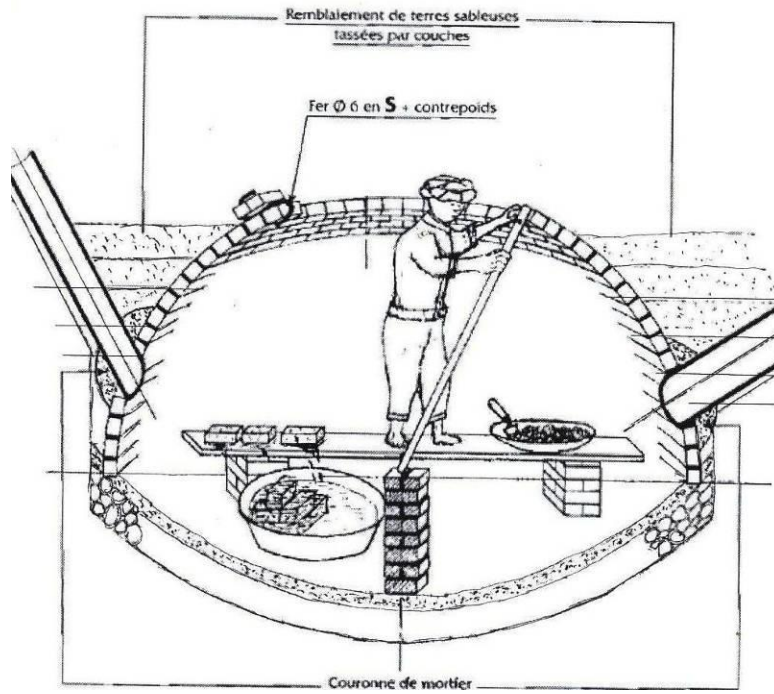

Figure 15 :
5.32/ Monter verticalement deux rangées de briques (couronne) au-dessus du dôme du digesteur, le côté largeur-épaisseur face au centre du cercle et à une distance de 28 cm. Arrondir les coins intérieurs des briques. Poser du mortier derrière les briques pour relier le dôme du digesteur à la couronne. FIG. 15.